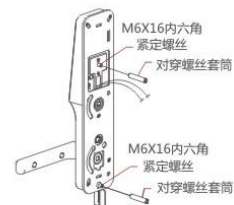

图9
- 7-1 按图9所示，将对穿螺丝套筒固定在前面板组件（室外）的内六角紧定螺丝上，并将一字螺丝刀卡在对穿螺丝套筒的槽内将其拧紧。